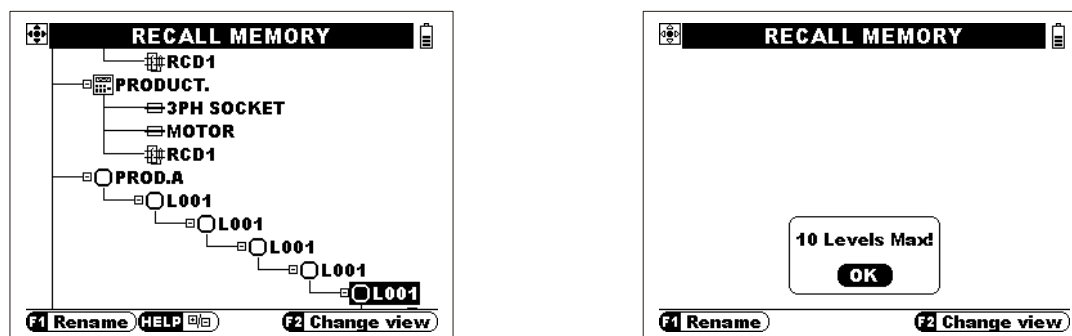

Abb. 6.3: Aussicht einer Baumstruktur mit vielen Ebenen
- Die Baumstruktur ist auf 2000 Stellen mit 10 Ebenen in Tiefe begrenzt, sehen Sie Abb. 6.3.